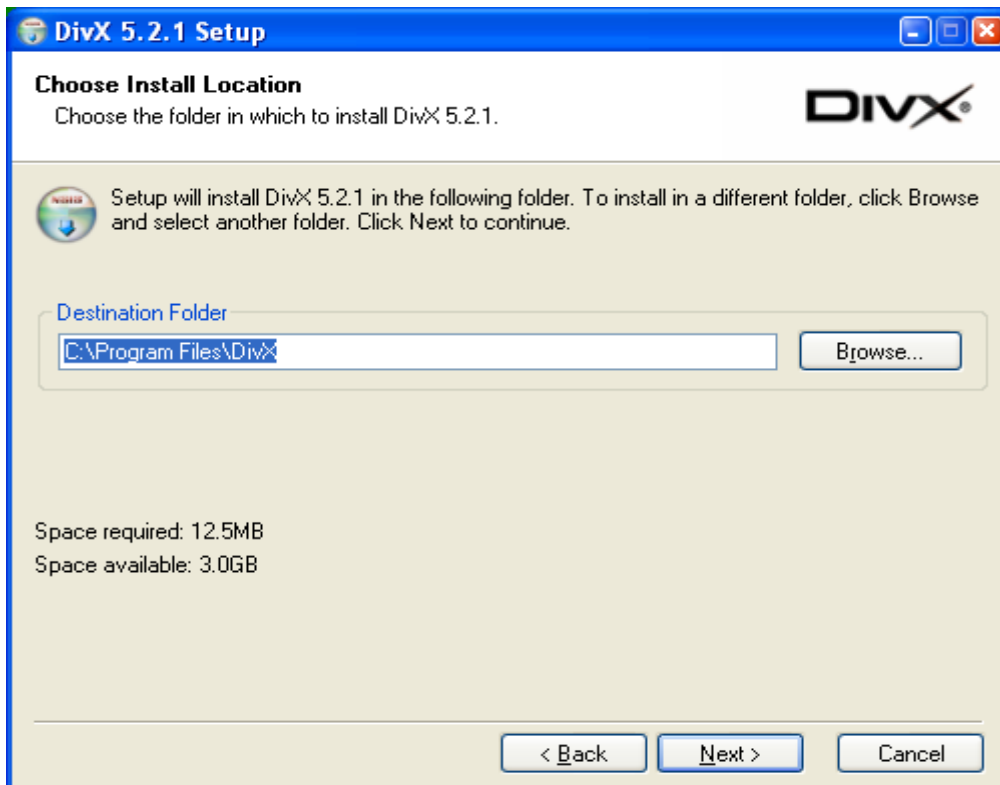

Рис. 10
**Внимание:** После окна с указанием пути установки (Рис. 10), следующее окно появится после небольшой задержки